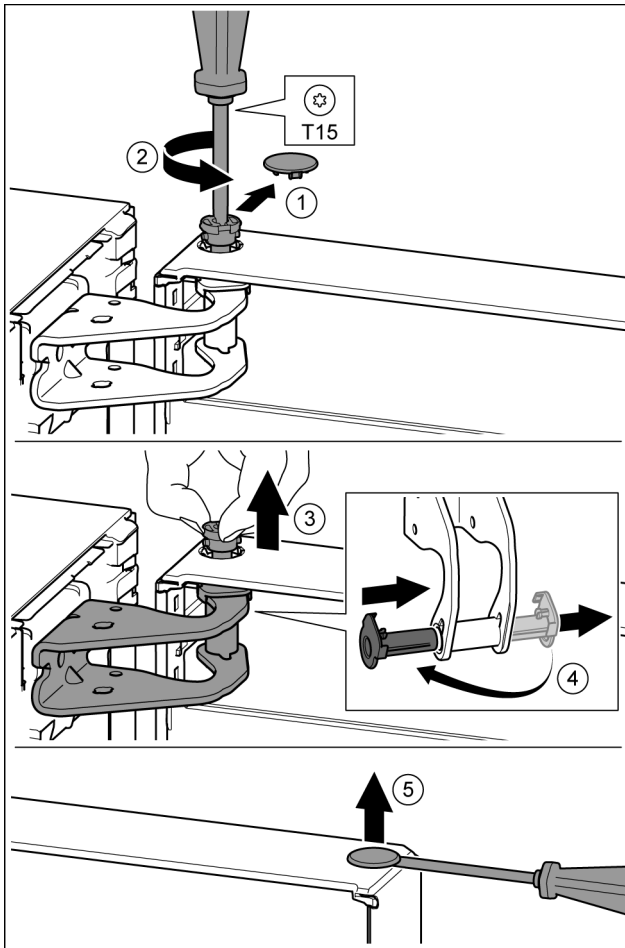

Fig. 10
- ▶ Обережно зніміть запобіжну кришку. Fig. 10 (1)
- ▶ Трохи викрутіть гвинт за допомогою викрутки T15. Fig. 10 (2)
- ▶ Притримуйте дверцята і витягніть палець руками. Fig. 10 (3)
- ▶ Витягніть із прямої опору втулку. Встановіть і зафіксуйте з іншого боку. Fig. 10 (4)
- ▶ За допомогою шлицевої викрутки обережно підніміть пробку із опорного втулка дверцят та витягніть її. Fig. 10 (5)